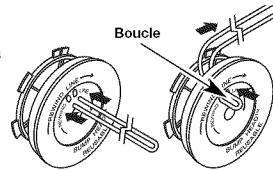

Fig. 15
6. Découpez environ 6 m (20 pi) de fil neuf et faites-en deux boucles de longueurs égales. Insérez chaque extrémité de fil dans l'un des deux trous du moulinet intérieur (Fig. 15). Tirez le fil à travers le moulinet pour que la boucle soit le plus petit possible.